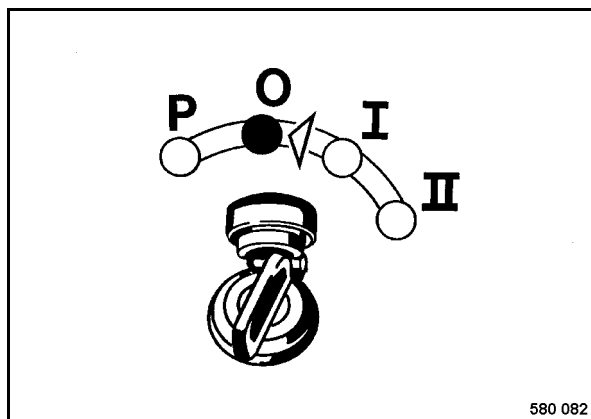

fig. 52
- Tourner la clé de contact (fig. 52) sur position "O" ou "P" et la retirer.